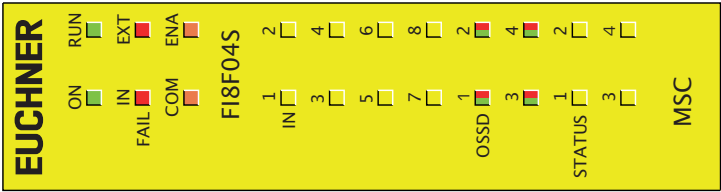

Fig. 19 :
8.3.4. Module FI8FO4S (Fig. 19)